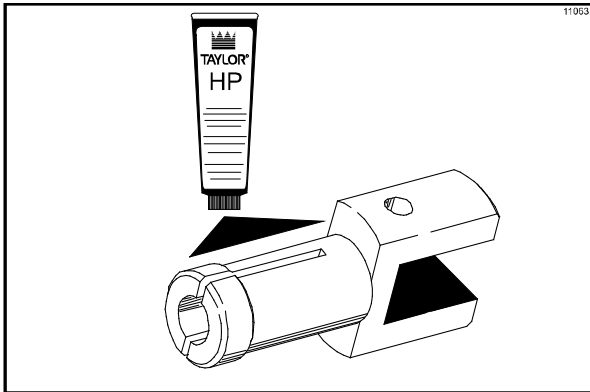

Figure 118
- Lubrifier la petite extrémité du centrifugeur (Cf. Figure 118).